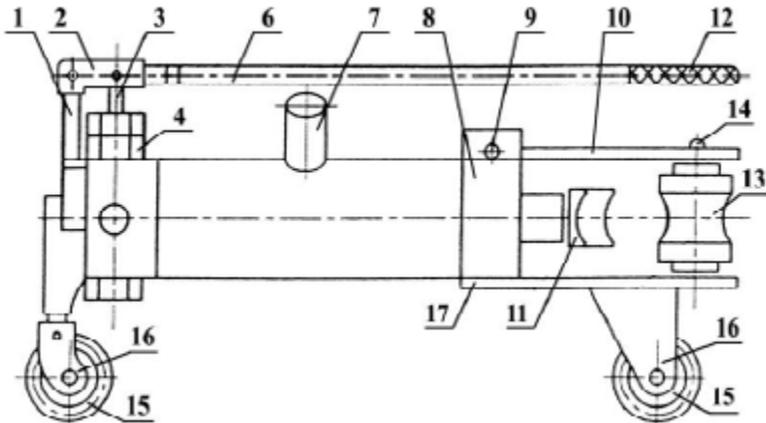

Рис.2
Трубогиб ручной (НТГ) с встроенными гидронасосами (см. Рис. 1, Рис. 2) состоит из корпуса с рабочим цилиндром (5), верхней траверсы (10), нижней траверсы (17), упоров (13), 3-х опорных колес (15), рукоятки насосов низкого и высокого давления (6) и прилагаемых шаблонов (11). На нижней стороне корпуса (5) находится сливная пробка масляного резервуара с прижимной пружиной, уплотнительным кольцом и фильтром (25). Сетчатый фильтр прижимается к корпусу (5) пружиной, чем обеспечивается проход очищенного масла из масляного резервуара во всасывающую полость насоса.
9-палец	1шт(Рис.2)
10- верхняя траверса	1шт(Рис.2)
11-шабон	1шт(Рис.2)
12-резиновый наконечник рукоятки	1шт(Рис.2)
13-упор	2шт(Рис.2)
14-ось упора	2шт(Рис.2)
15-колеса трубогиба	3шт(Рис.2)
16-крепление колес	3шт(Рис.2)
17-нижняя траверса	1шт(Рис.2)